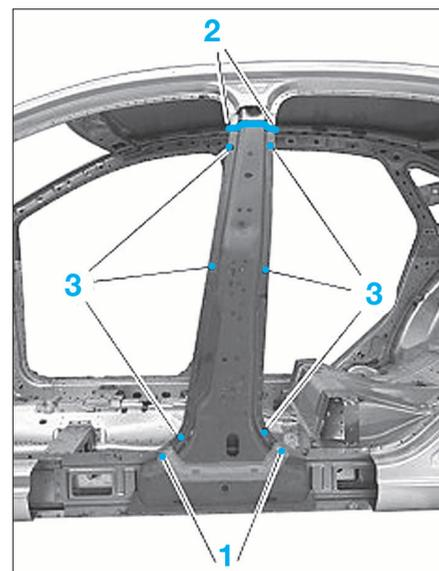

FIG. 59
- Souder par résistance par points les points (1).
- Souder par bouchonnage les points (2).
- Appliquer de la colle à pare-brise sur la zone (1) (Fig.59) du renfort de pied milieu et recoller l'élément insonorisant.